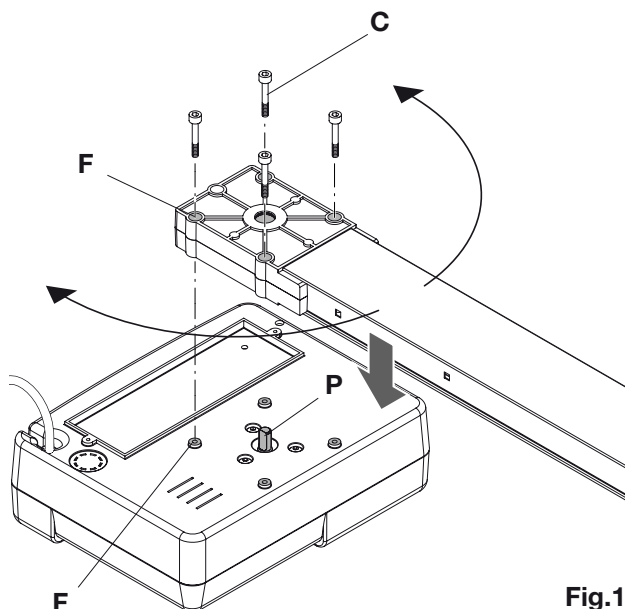

Fig.17
4) Appliquer le guide d'entraînement au motoréducteur (figure 17):
- le guide inséré de cette façon pourrait ne pas être perpendiculaire au groupe motoréducteur, tourner le guide jusqu'à ce que les orifices pour les vis (Fig 17 réf F) et les logements correspondants du carter (Fig 17 réf S) soient parfaitement alignés.